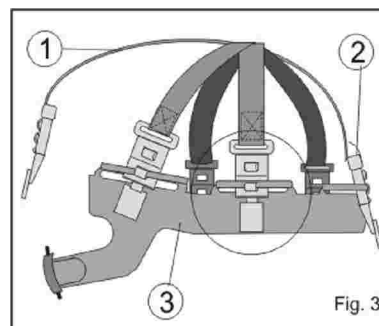

Fig. 3
- 2) Inserire l'intera bardatura nell'elmo e posizionare le clips nelle apposite sedi ricavate nella calotta, partendo dalla frontale e spostandosi progressivamente a destra e a sinistra, fino a concludere con quella posteriore. (Fig.3)